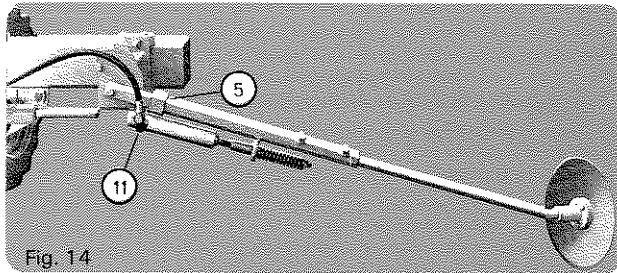

Fig. 14
- Modèle hydraulique livré en option pour châssis 6 rangs de 3 m (fig. 14).
- Hydraulic model supplied optionally for 3 m 6-rows frame (fig. 14).
- Modell für hydraulische Betätigung als Sonderausrüstung für 6-reihigen 3 m Rahmen (Abb. 14).
- Modello idraulico spedito in opzione per telai 6 file di 3 m. (fig. 14).